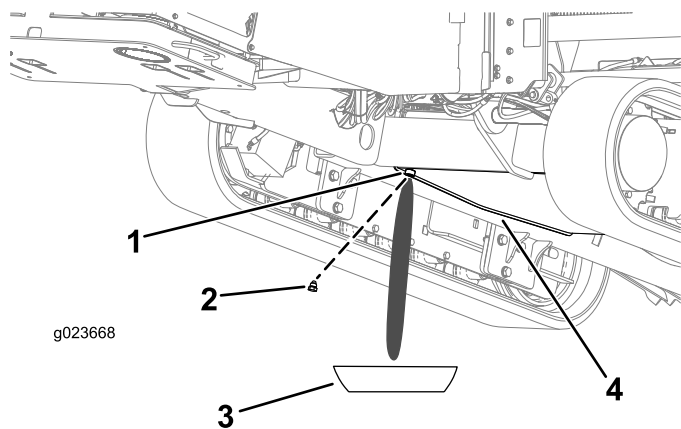

Рисунок 127
3. Ослабьте сливную пробку, пока из отверстия не начнет выходить вода и осадок (Рисунок 127).